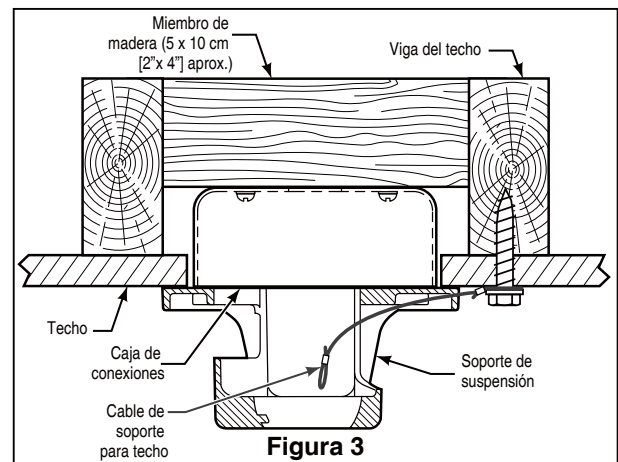

Figura 3
- ☐ 1. Perfore un orificio de 1/4" en la estructura del edificio para evitar grietas con la instalación del tornillo de intervalo. Utilice el tornillo de intervalo de 3/8"x 2" y la arandela plana para fijar el cable de seguridad a la viga del techo o a la estructura de madera. Dicho tornillo pasará a través de arandela plana, la presilla del cable de seguridad y se fijará en la estructura del edificio. (Figura 3)
NOTA: el cable de soporte para techo no se puede asegurar solamente a la caja de conexiones; se debe asegurar directamente a la viga de techo o miembro estructural con el tornillo de cabeza cuadrada de 3/8"x2" y la arandela plana. (Figura 3)